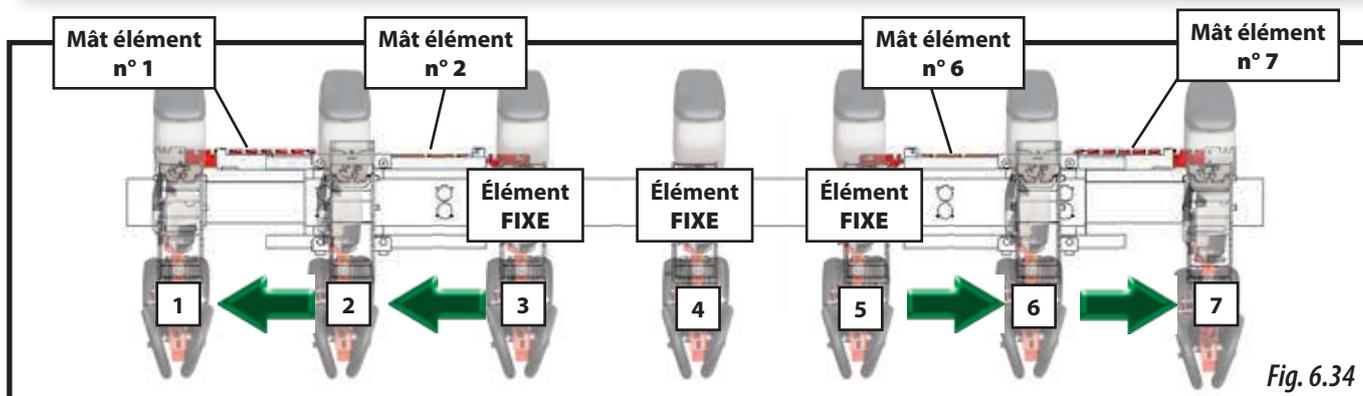

Fig. 6.34
- 4 éléments, deux à chaque extrémité, sur le semoir TÉLESCOPIQUE DOUBLE (Fig. 6.34).